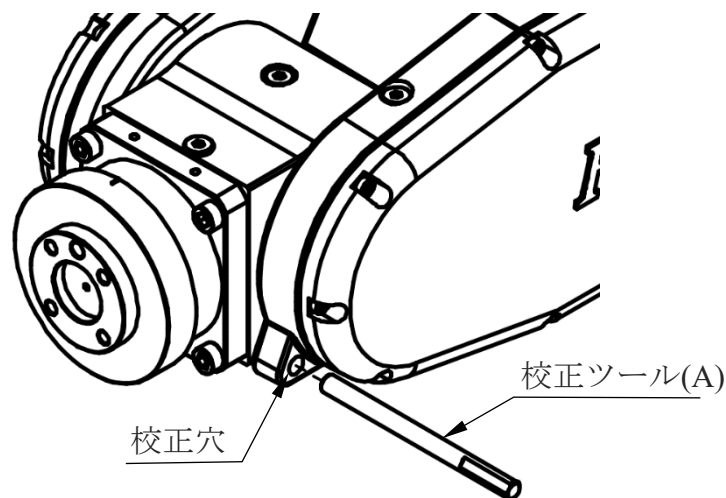

図 4-7 第 5 軸の原点校正イメージ図
- 第 5 軸の校正順序は以下のとおりです（図 4-7 第五軸原点校正示意图を参照してください）